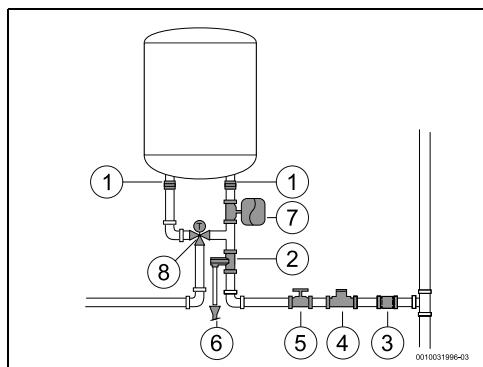

Fig. 10 Ligação de água
- ▶ Instalar um regulador termostático (Fig. 10, [8]) no tubo de saída do aparelho se forem utilizados tubos PEX. Deverá ser ajustado de acordo com o desempenho do material utilizado.
- instalar uma válvula redutora (Fig. 10, [4]). A válvula de segurança vai atuar sempre que a pressão da água no aparelho for superior a 8 bar (± 1 bar), pelo que é necessário prever uma forma de canalizar o escoamento dessa água.
- instalar um vaso de expansão (Fig. 10, [7]) para evitar que a abertura da válvula de segurança seja tão frequente. O volume do vaso de expansão deve ser o equivalente a 5% do volume do aparelho.